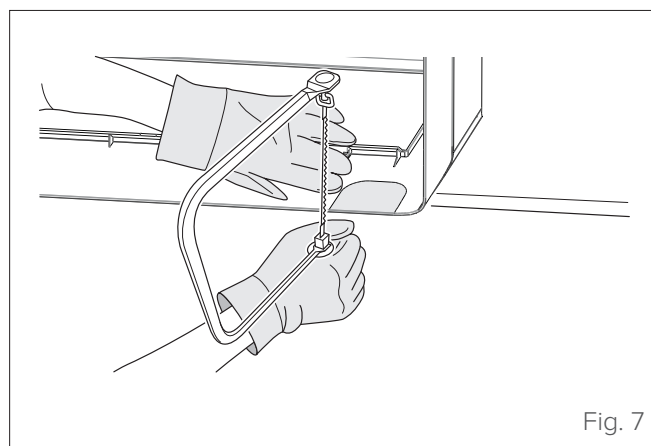

Fig. 7
- Se il foro a parete si trova dietro l'unità, lasciare in posizione il pannello pretranciato. Se il foro a parete si trova a lato dell'unità interna, rimuovere il pannello di plastica pretranciato dal fianco dell'unità utilizzando un seghetto per traforo (vedere "Fig. 7").